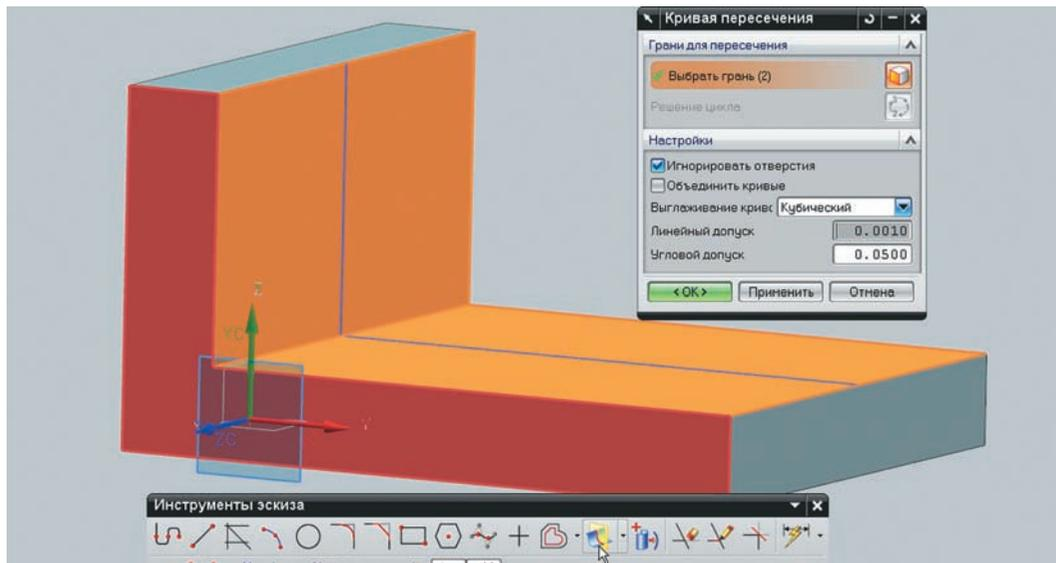

Рисунок 2.12. Прямые пересечения с плоскостью эскиза
- С помощью команды **Пересечение** получите пересечение плоскости эскиза с двумя внутренними гранями (рис. 2.12), а затем отрезком замкните контур, соединив конечные точки кривых, и завершите построение эскиза.